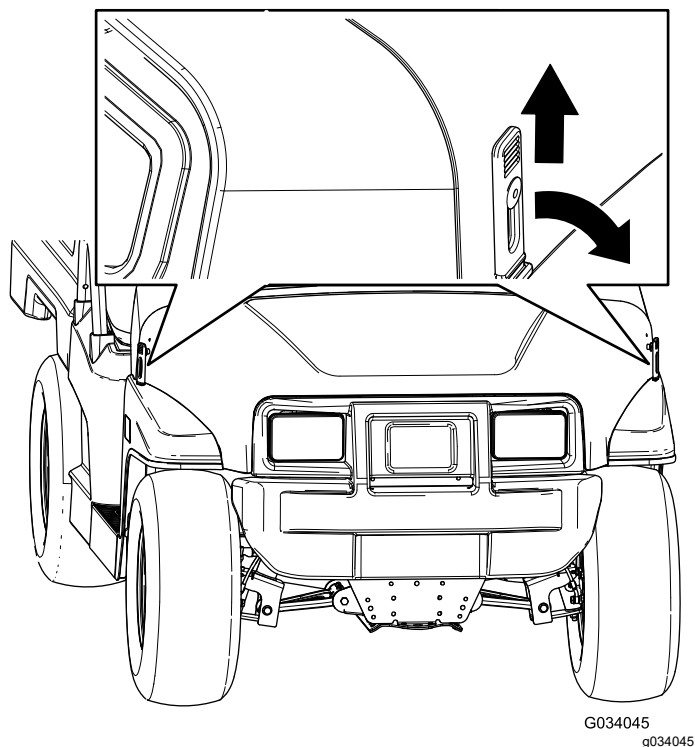

Figure 24
1. Soulevez la poignée des loquets en caoutchouc de chaque côté du capot (Figure 24).
2. Fixez le capot en place en alignant les loquets en caoutchouc sur les ancrages de verrouillage de chaque côté du capot (Figure 24).